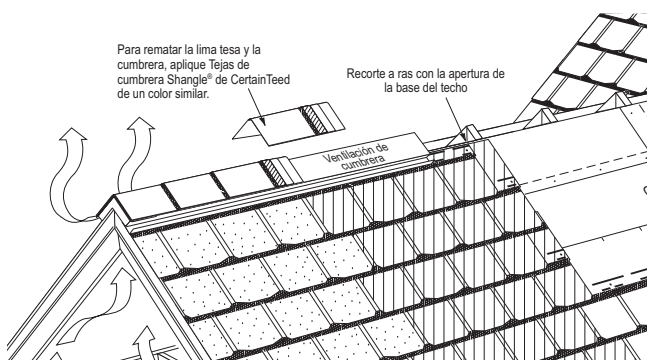

Figura 15-16: Instalación de tejas Shangle Ridge en la ventilación de la cumbrera.
8. Si se instalan puntos de ventilación de tejas sobre cumbrera, (ver figura 15-16), estos deben coincidir con el ancho de 12" (305 mm) de los remates de lima y cumbrera. Asegúrese de seguir las instrucciones del fabricante para la ventilación de la cumbrera. Para asegurar las tejas de remate a la ventilación de teja sobre cumbrera, utilice clavos galvanizados por inmersión en caliente, de longitud suficiente para penetrar 3/4" (19 mm) en la plataforma de techado o a través de ella.